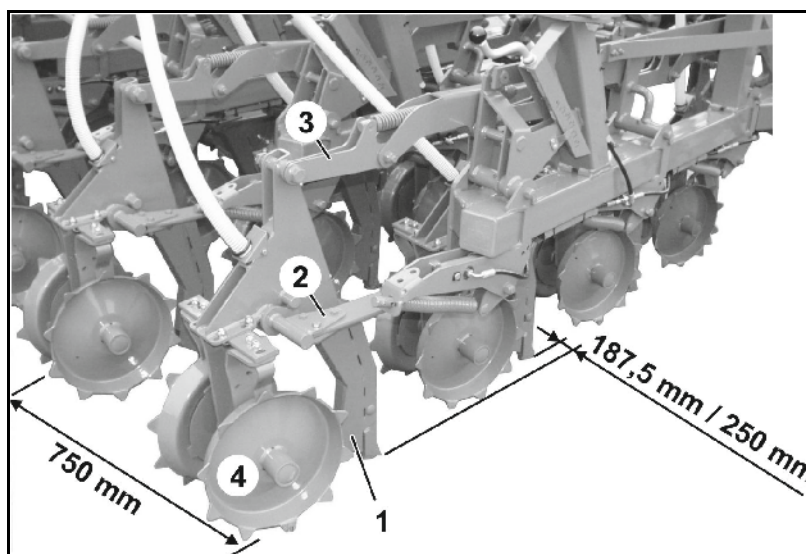

Рис. 38
Долотообразные сошники (Рис. 38/1) расположены в 4 ряда друг за другом со смещением. Таким образом, расстояние между соседними сошниками составляет 750 мм. Расстояние между рядами – 187,5 мм / 250 мм.
- существует возможность уклонения в горизонтальной плоскости благодаря нижней тяге из пружинной стали (Рис. 38/2);
- существует возможность уклонения в вертикальной плоскости с помощью изгибающейся верхней пружинной стальной тяги (Рис. 38/3).
Глубина заделки посевного материала определяется регулировкой глубины долоотообразных сошников (Рис. 38/1). Установленная глубина передается на расположенные за долоотообразными сошниками двойные диски (Рис. 38/4).